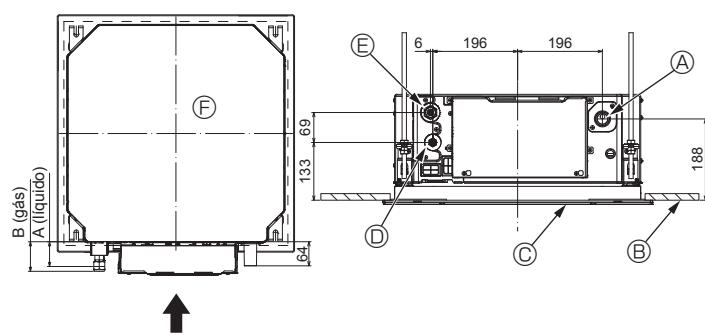

Fig. 5-7
5.3. Locais das tubagens de refrigerante e de drenagem (Fig. 5-7)